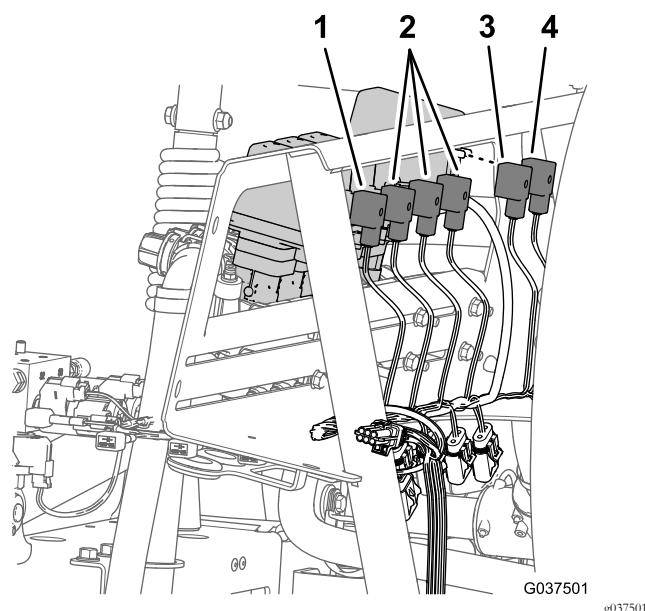

Figura 22
2. Nella parte posteriore del supporto del collettore, scollegate il connettore a 3 prese dalla valvola dell'agitatore e i connettori a 3 prese dalle 3 valvole della sezione delle barre (Figura 22).